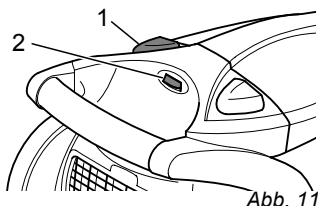

Abb. 11
3. Schalten Sie den Bodenstaubsauger am Ein-/Aus-Schalter (Abb. 11/1) ein.
4. Stellen Sie die Saugleistung am Saugleistungsregler (Abb. 11/2) ein.